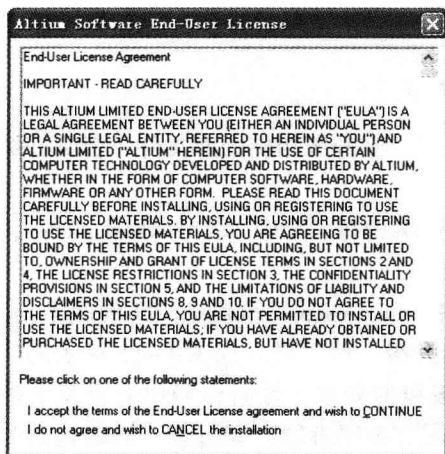

图 1-9 用户许可协议窗口
(1) 初次升级时，执行 AltiumDesignerSummer9Update (***** to *****) . exe，弹出用户许可协议窗口，如图 1-9 所示。